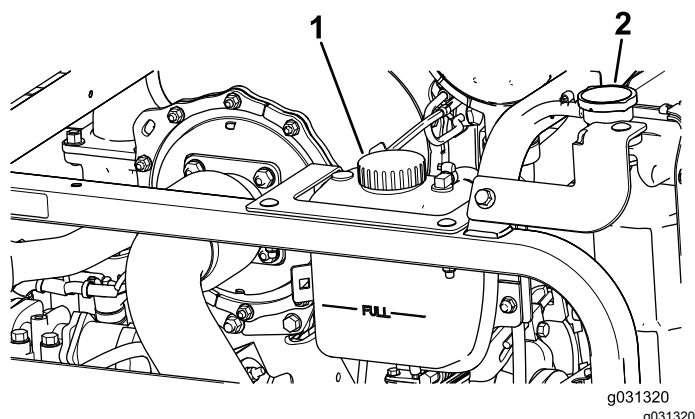

Figura 106
1. Retire cuidadosamente a tampa do radiador e a tampa do depósito de expansão (Figura 106).
2. Verifique o nível do líquido de refrigeração do radiador (Figura 106).